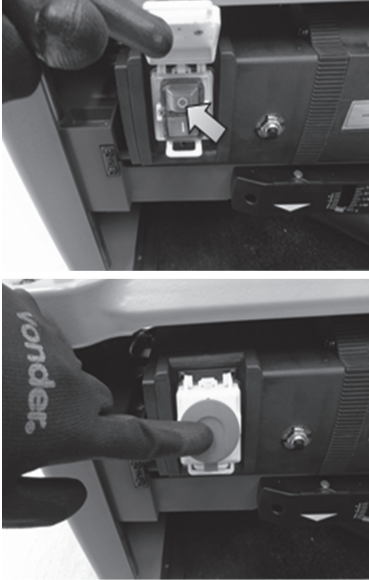

Fig. 12 – Desligando a máquina
4. Para desligar a máquina, abra a capa do interruptor (1) e aperte o botão "0" (vermelho). Em casos de emergência, pressione a capa do interruptor (1). (fig. 12);